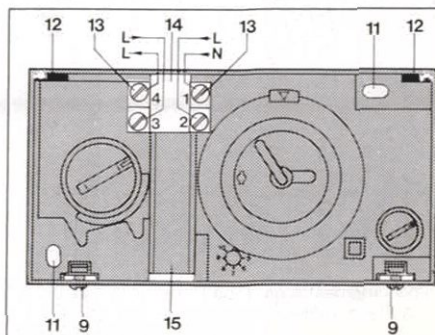

Fig. 3: Installation
10.3 Appendere la parte superiore della scatola (10, fig. 2) nelle camme di alloggiamento (12, fig. 3), ribaltare e fissare con due viti (9) alla parte inferiore della scatola. Avvitare il fusibile nella linea di alimentazione.